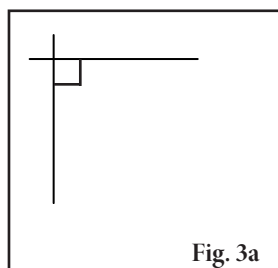
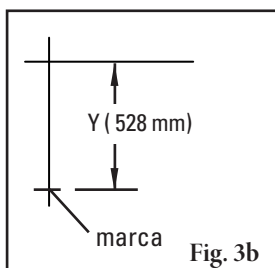
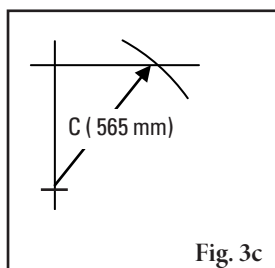

Fig. 3a
Fig. 3b
Fig. 3c
3. **Determine la medida final.** En una superficie vertical plana, con un nivel, trace una línea horizontal y una vertical creando un triángulo rectángulo (Fig. 3a). Mida desde la intersección en la medida "Y" establecida y marque (Fig. 3b). Con la cinta métrica, comenzando en la marca "Y" modificada, mueva la cinta a lo largo de la línea de "X" y marque la medida "C" donde cruza la línea "X" (Fig. 3c). Mida desde la intersección hacia la intersección "C" y esta será su nueva medida "X" (Fig. 3d).